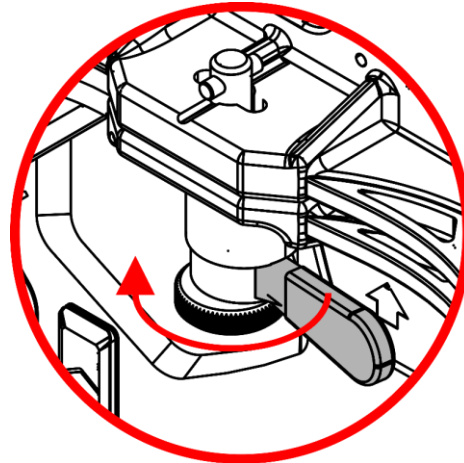

Fig. 12
- 04) Gire la **palanca (A)** en sentido horario para inmovilizar el **mecanismo de bloqueo (06/16)** como se muestra en las Fig. 12 y 13.